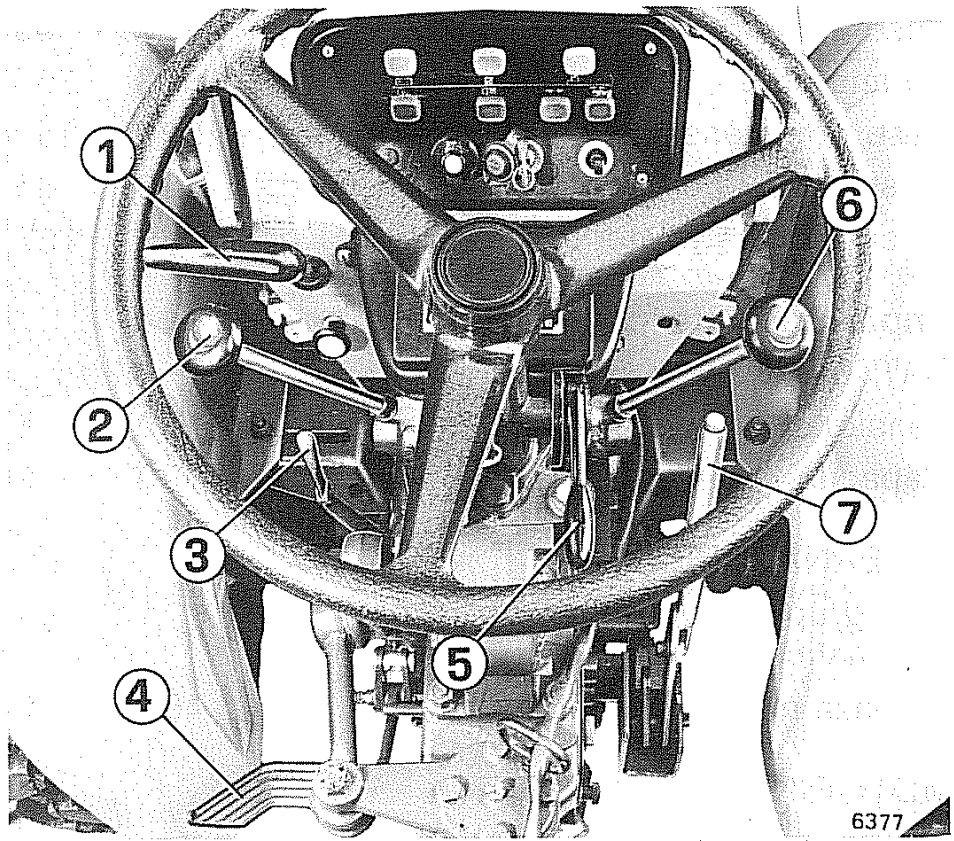
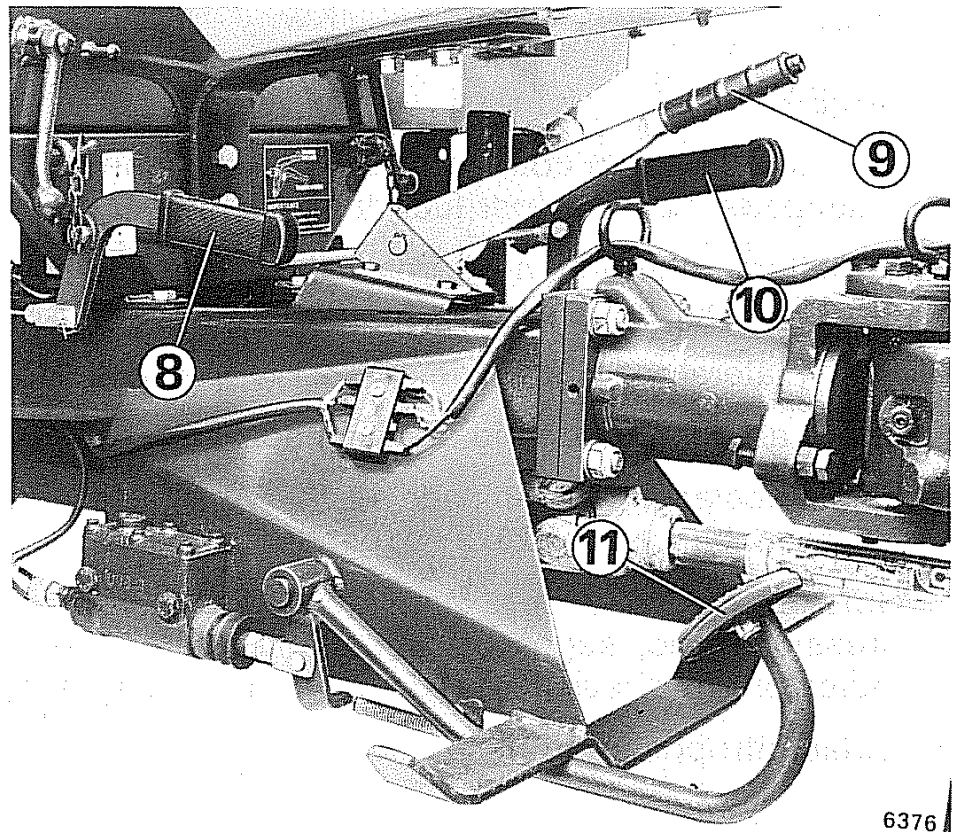

Fig. 1 - Comandi
Fig. 2 - Comandi
La motoagricola 500 è dotata di un cambio a 8 velocità (5 avanmarce e 3 retromarce) per il mod. 521 e a 9 velocità (6 avanmarce e 3 retromarce) per gli altri modelli; la selezione si ottiene tramite le leve **2** e **6** di fig. 1.
L'innesto o il disinnesto della trazione posteriore si effettua tramite la leva **10** (fig. 2) come indicato nella decalcomania posta vicino alla leva.
Di tipo idraulico, agente sulle ruote posteriori mediante comando a pedale **11** (fig. 2).
Di tipo meccanico con comando a mano, agisce sulle ruote anteriori della motoagricola (leva **7** fig. 1).
Di tipo meccanico con comando a mano (leva **9** fig. 2), agisce sulle ruote posteriori della motoagricola.
Agendo quindi sulla leva **3** (fig. 1), nella posizione V (Veloce) otteniamo una velocità di rotazione pari a 879 g/1', e nella posizione R (Ridotta) otteniamo una velocità di rotazione pari a 577 g/1' - Rotazione in senso antiorario - (Vedi schema a fianco).
Per il bloccaggio del differenziale occorre agire sulla leva corrispondente (leva **1** fig. 1 per il differenziale anteriore e leva **8** fig. 2 per quello posteriore) tenendola tirata; abbandonando la leva, il differenziale si sblocca automaticamente.
- 1) Disporre la leva acceleratore **5** (fig. 1) in posizione intermedia (leggermente accelerato), inserire il dispositivo supplemento nafta (vedi libretto istruzioni motore).